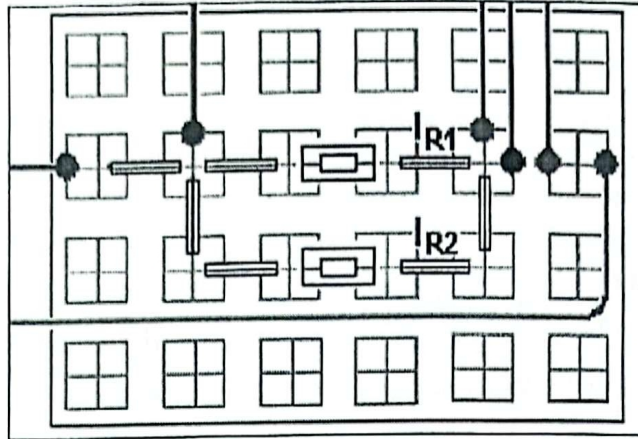

Figure 13 : Montage pratique de résistances en parallèle
- Monter les résistances, en parallèle, sur la plaque de montage comme indiqué sur la figure 13.